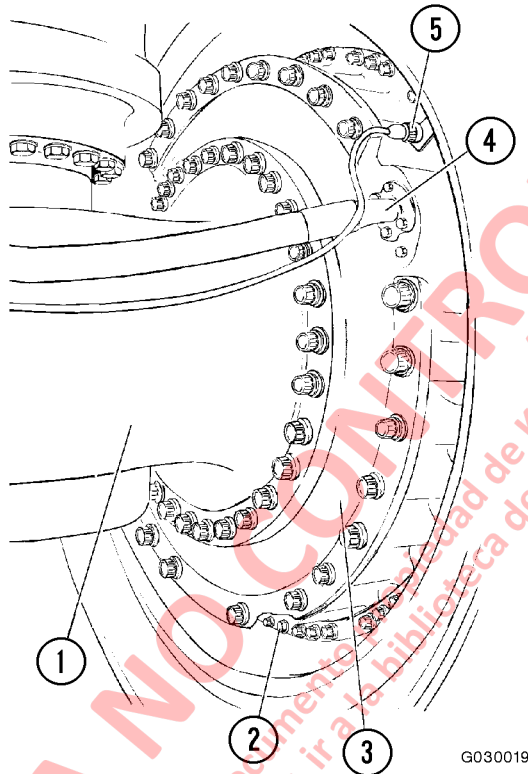

FIGURA 3-1. INSTALACIÓN DEL HUSILLO Y LA RUEDA DELANTERA
6. Desconecte el(los) conector(es) del sensor de velocidad (5, Figura 3-1). Ate los cables atrás del husillo para evitar daños durante su desmontaje.